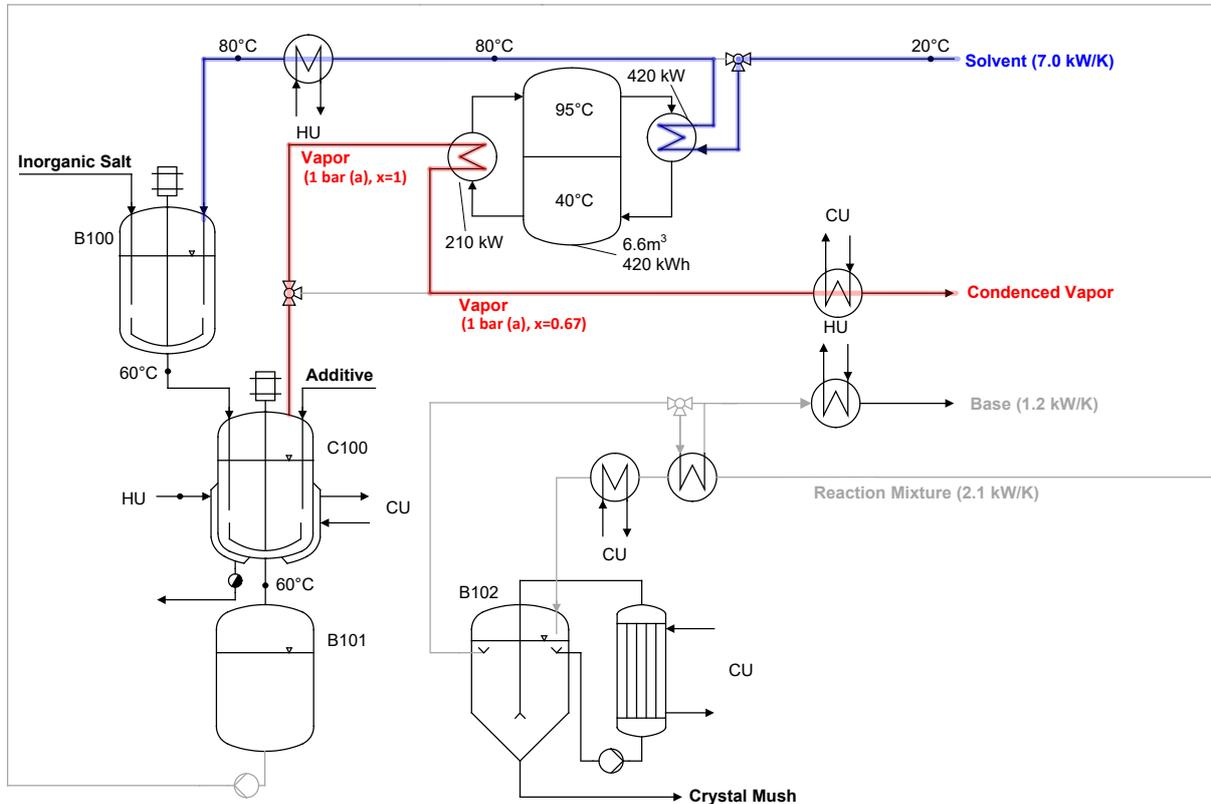

FIGURE 14 – Diagramme d'écoulement de l'installation de production de sel nutritif avec stockage de chaleur intégré
Dans le Tutoriel 3, le diagramme d'écoulement de production de sel nutritif est représenté pour chaque Time Slice (TS). La Figure 14 illustre le diagramme d'écoulement résultant après transposition du HESN. Les flux de procédé couverts par la RC indirecte sont colorés. Le flux chaud (Vapor) n'existe pas en même temps que le flux froid (Solvent).